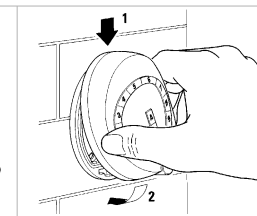

Fig. 4
- Enganche el selector digital al soporte fijado en la pared, haciendo palanca en la parte alta del soporte Fig.4